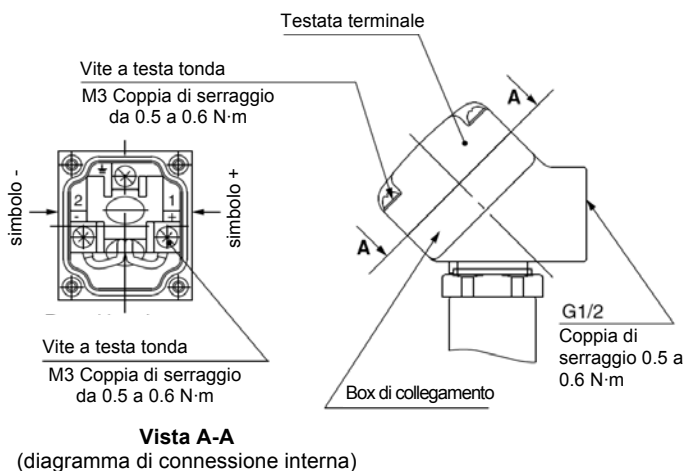

Figura 12
- Effettuare le connessioni secondo quanto indicato nella Figura 12.
- Serrare le viti e i raccordi in base alla Figura 12.